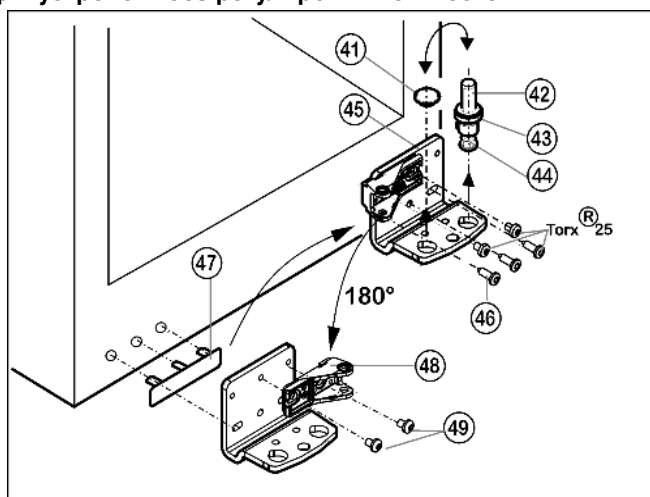

Fig. 12
- ▶ Извлеките опорный винт Fig. 12 (42) в комплекте с шайбой Fig. 12 (43) и регулируемой опорой Fig. 12 (44), вытягивая его вверх.
- ▶ Снимите пробку Fig. 12 (41).
- ▶ Открутите Fig. 12 (46) опорный кронштейн Fig. 12 (45).
- ▶ Открутите опорную деталь Fig. 12 (48) и снова прикрутите внутри с поворотом на 180°.
- ▶ Осторожно снимите и переставьте на противоположную сторону крышку со стороны ручки Fig. 12 (47).
- ▶ Снова прикрутите нижний опорный кронштейн Fig. 12 (45) на новой стороне шарнира (**с моментом 4 Нм**). При необходимости используйте аккумуляторный шуруповерт.
- ▶ Переставьте пробку Fig. 12 (41) в свободное отверстие.
- ▶ Вновь установите опорный винт Fig. 12 (42) в комплекте с шайбой и регулируемой опорой. При этом фиксатор должен быть направлен назад.